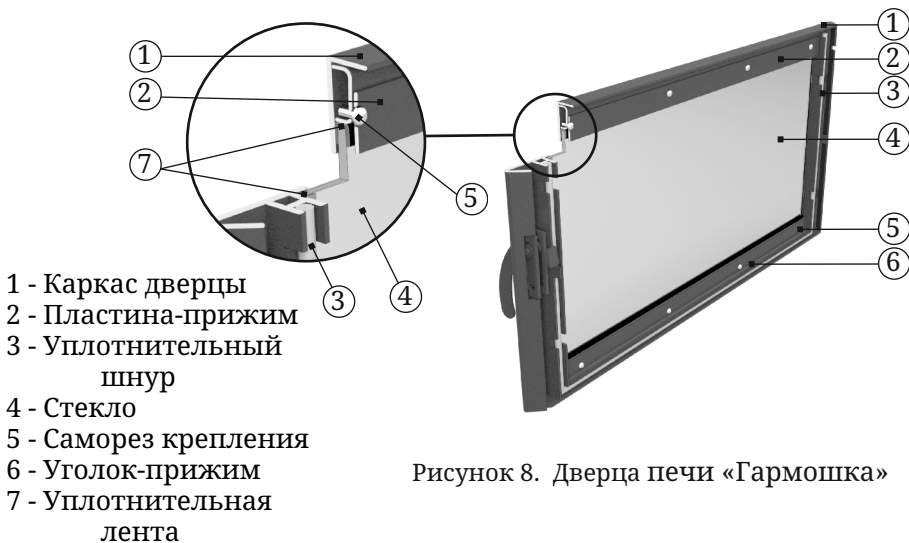

Рисунок 8. Дверца печи «Гармошка»
Внимание! Уплотнительный шнур (3) устанавливается только с 3х сторон дверцы (см. рисунок 8).
В случае повреждения светопрозрачного экрана (стекла) на дверце, его необходимо заменить, для этого (см. рисунок 8):